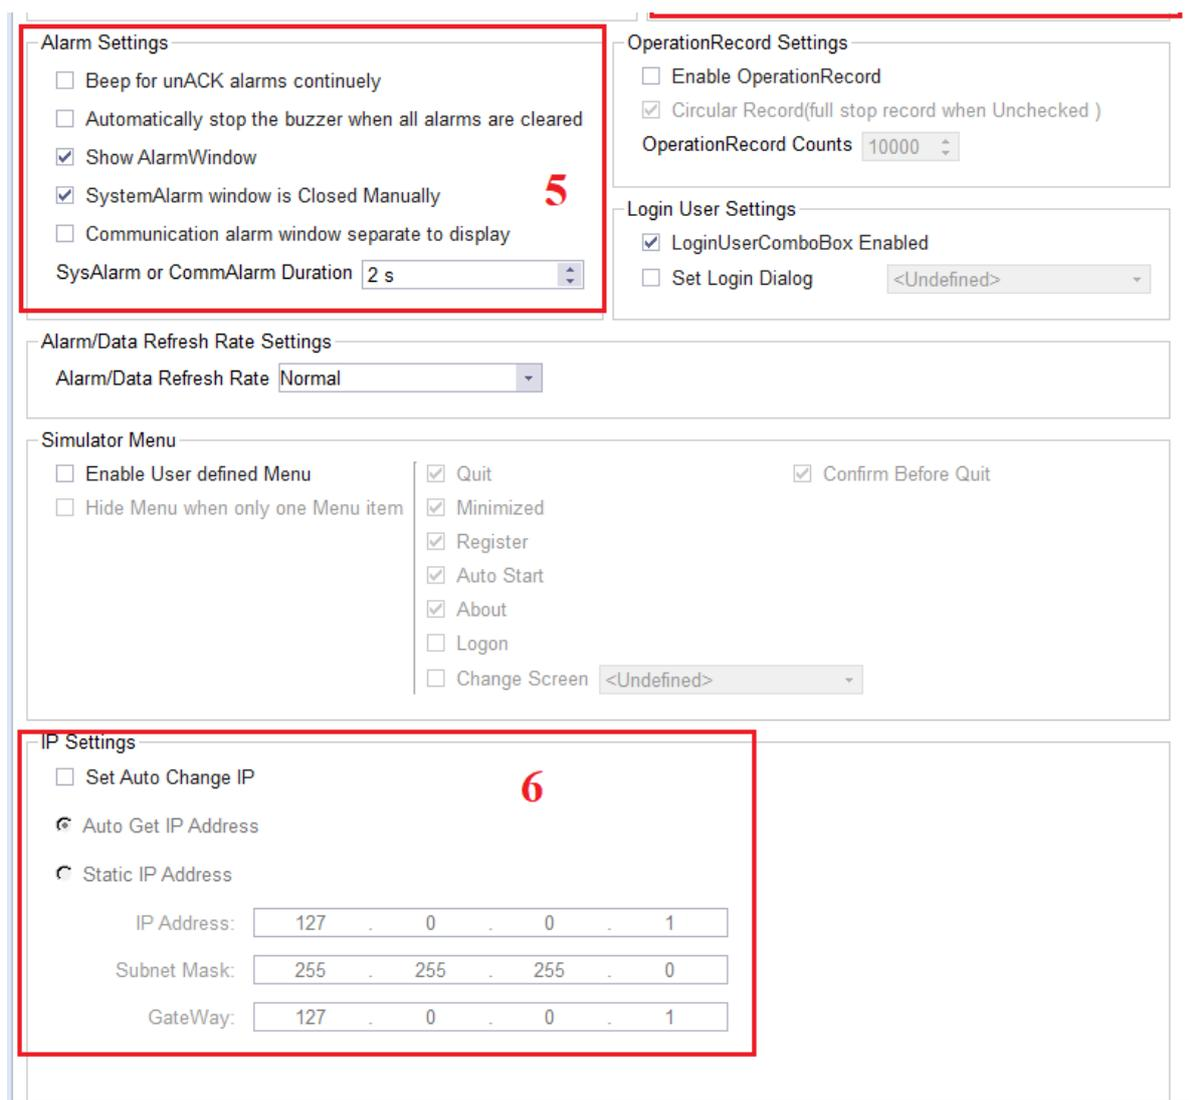

Рис. 3.6. Alarm Settings и IP Settings
5. Alarm Settings – настройки аварий (рис. 3.6). Отображение аварий, звук при появлении предупреждения, всплывающее окно с отображением аварий и др.